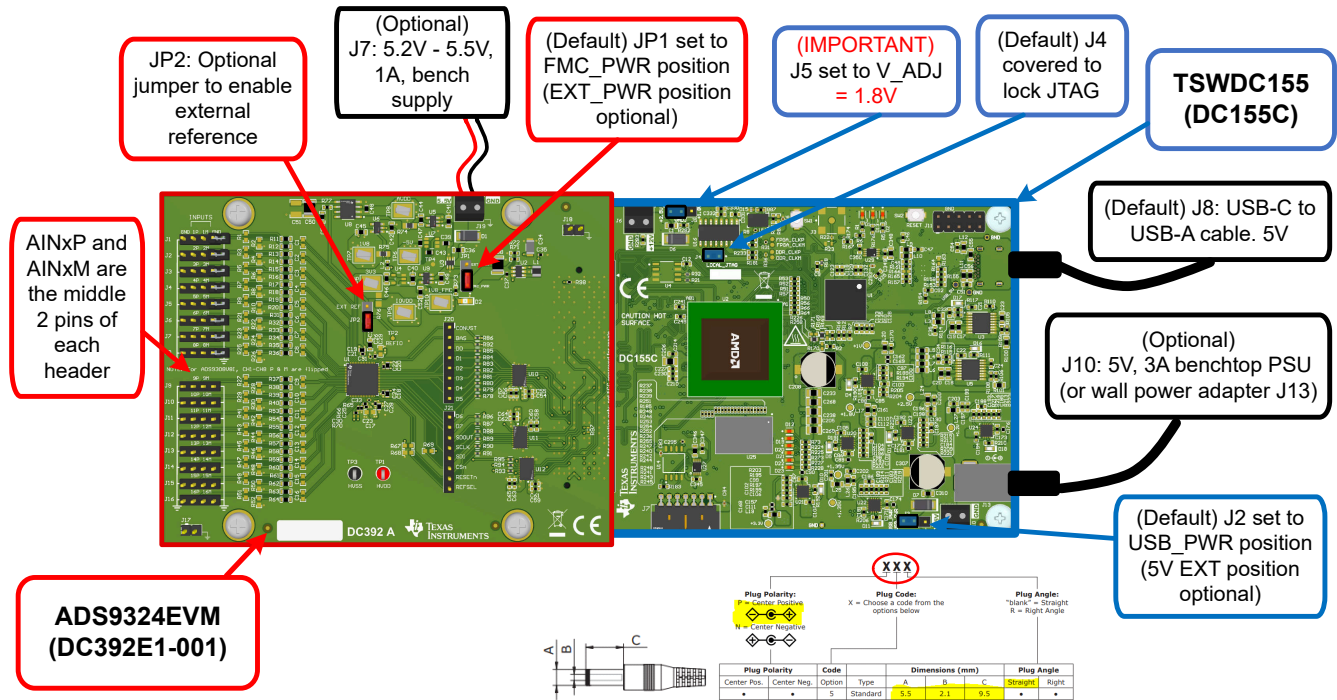

图 2-1. 连接硬件
1. 查看图 2-1 中的默认跳线设置以及节 2.4.1 中的电源指南。